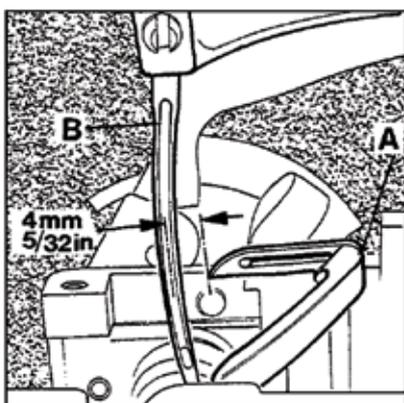

Fig.6
Set the looper (A, Fig. 6) to the distance between the center of the needle (B) to the point of the looper of 4 mm (5/32") when the looper is at its farthest right end position from the needle. Looper gauge No. 21225-4/4.4 can be used advantageously in making this setting.
Stellen Sie den Greifer (A, Fig. 6) so, dass der Abstand von Nadelmittle (B) bis zur Greiferspitze 4 mm beträgt, wenn der Greifer in seiner rechten Endstellung zur Nadel steht. Die Greifereinstellehre Nr. 21225-4/4.4 erleichtert diese Einstellung.